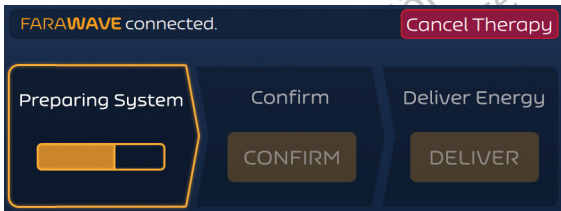

Figure 7. Écran Therapy (Thérapie) - Mode asynchrone - État Preparing (En préparation)
2. Après avoir positionné le cathéter FARAWAVE PFA à l'emplacement souhaité, appuyez sur le bouton PREPARE (PRÉPARER) pour initialiser le générateur FARASTAR PFA. La Figure 7 montre l'interface utilisateur dans ce mode.